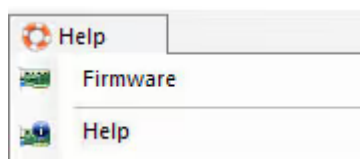

Figura 10. Menu "Aiuto"
3. Il menu "**Aiuto**" (Figura 10) consente di: